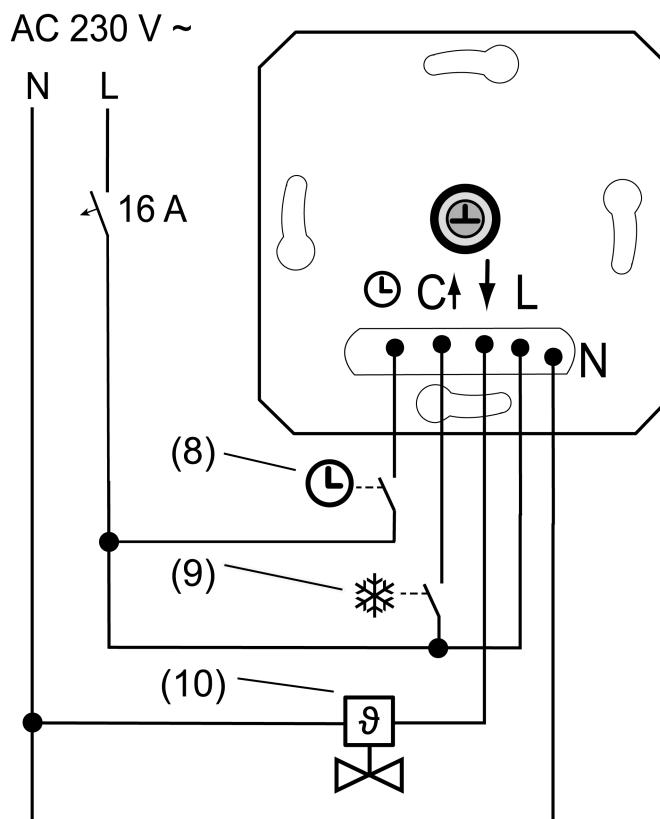
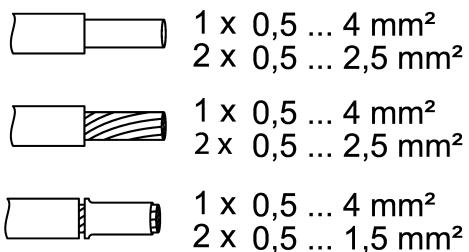

рисунок 2: Пример подключения вставки
рисунок 3: Сечение провода под клемму
- Подключите электротермический сервопривод (10) к вставке (1) согласно монтажной схеме (см. рисунок 2). Соблюдайте сечение проводов (см. рисунок 3).
- В качестве опции подключите вход в режиме понижения температуры \ominus через переключающий контакт центральных часов (8). При напряжении 230 В на входе настроенная заданная температура понижается на 4 °C.
- В качестве опции подключите вход в режиме охлаждения С через переключающий контакт отопительной установки (9). При напряжении 230 В на входе С активируется режим охлаждения. При